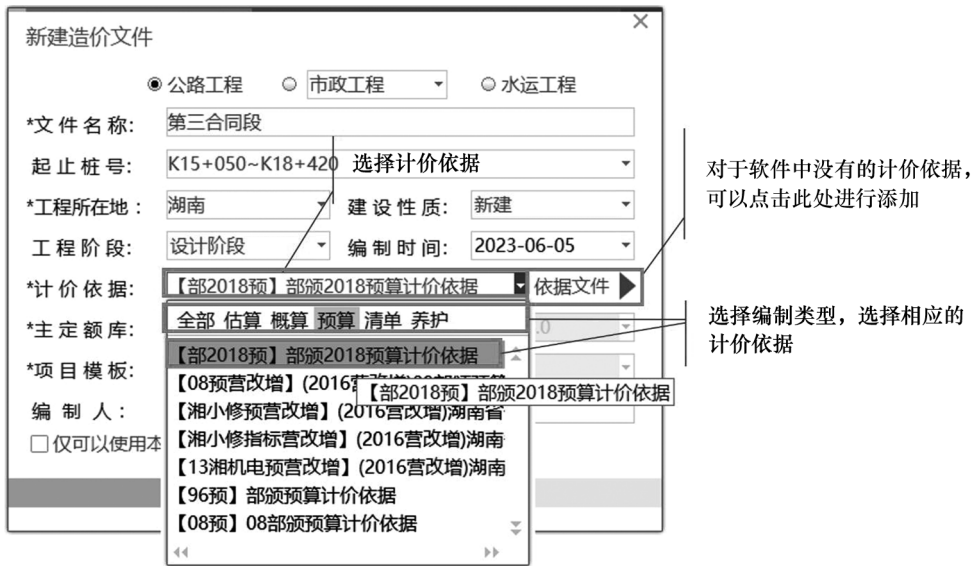

图 2-13 选择计价依据
④根据造价文件编制类型，选择相应的计价依据，如图 2-13。